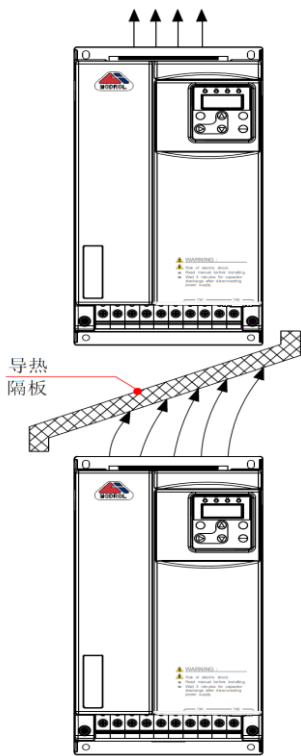

图 2-13 上下安装【IMS-P6-4011S~IMS-P6-4075S】
- 2、请向上垂直安装驱动器，便于热量向上散发。若柜内有多台驱动器时，请并排安装。在需上下安装の場合，请参考图 2-13，安装隔热导流板。